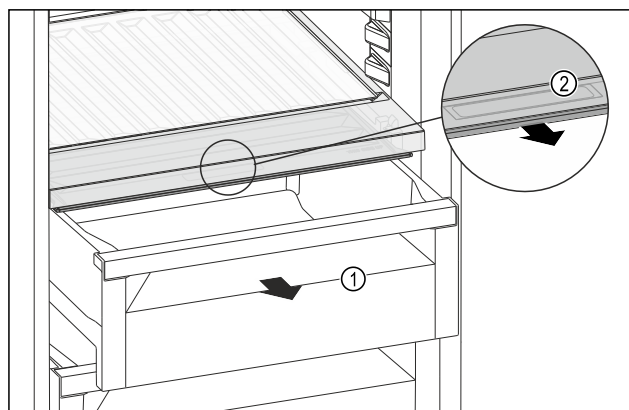

Fig. 217
- ▶ Zásuvku Fig. 217 (1) vytáhněte.
- ▶ Uchopte prohlubeň pro rukojeť Fig. 217 (2) na víko zásuvky a současně zatáhněte za víko zásuvky směrem dopředu.